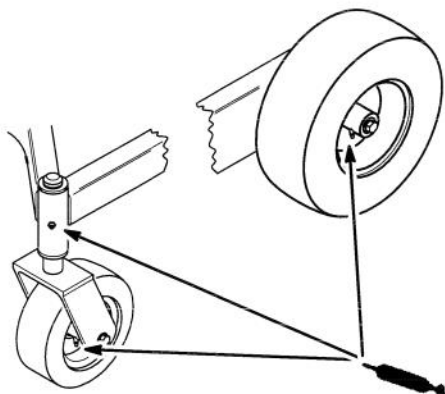

Figure 22
1. Lubrifier les roulements des roues et les pivots des roues avant jusqu'à ce que la graisse commence à sinter hors des roulements (Fig. 22).